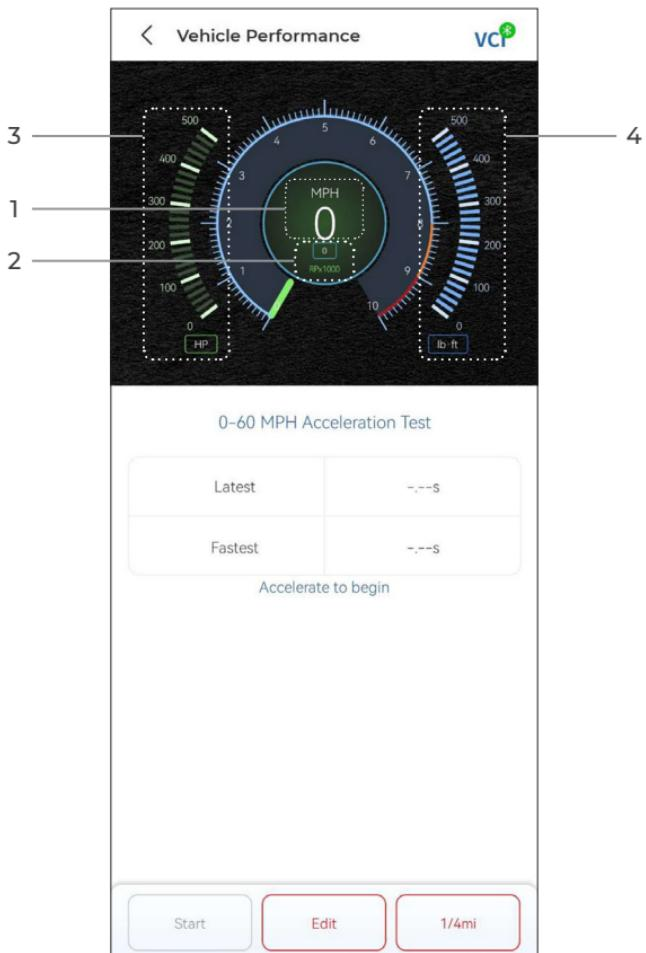

Figura 4-19
**Resultados do teste de 0-60 MPH** - registra o tempo decorrido para um veículo acelerar de 0 a 60 milhas por hora (consulte a Figura 4-19). Os valores para as velocidades inicial e final podem ser alterados, se desejado.